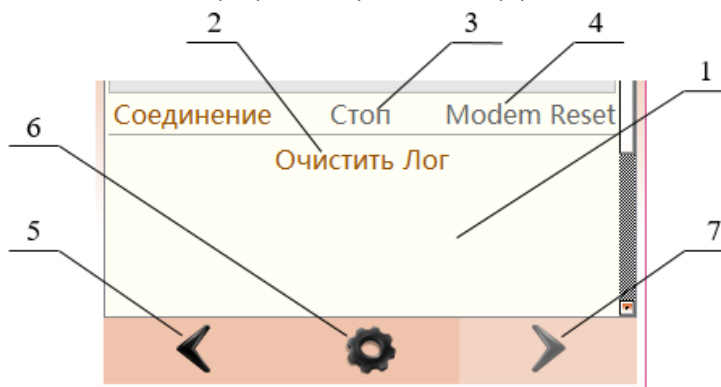

Рисунок 1 – Универсальные элементы окон configurатора
Некоторые элементы управления configurатора (рис. 1) имеют общеупотребительный смысл и выполняют одни и те же функции в пределах разных окон configurатора. Описание таких элементов приводится в таблице 2, при рассмотрении интерфейса окон их описание опускается.
Таблица 2 – Универсальные элементы окон configurатора (рис. 1)
6.2 Открыть окно «Параметры» нажав кнопку «Настройки» (рис. 1 поз. 6) в окне «Соединение»